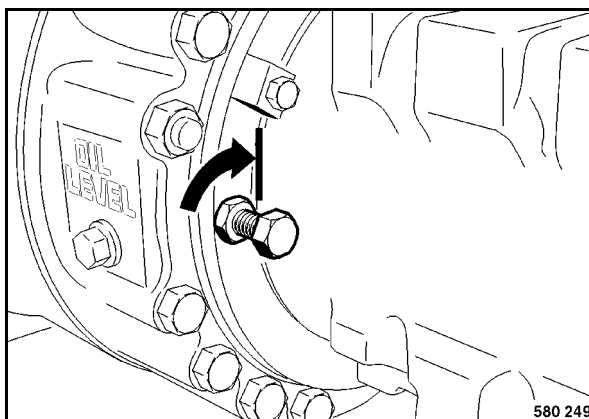

Fig. 63
- Volver a enroscar los tornillos para soltar el freno (Fig. 63) hasta entrar en contacto con el pistón del freno.